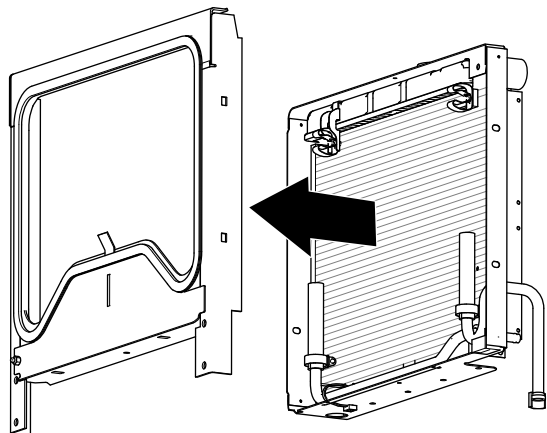

Figura 23
3. Separe el bastidor de montaje del radiador (Figura 23).